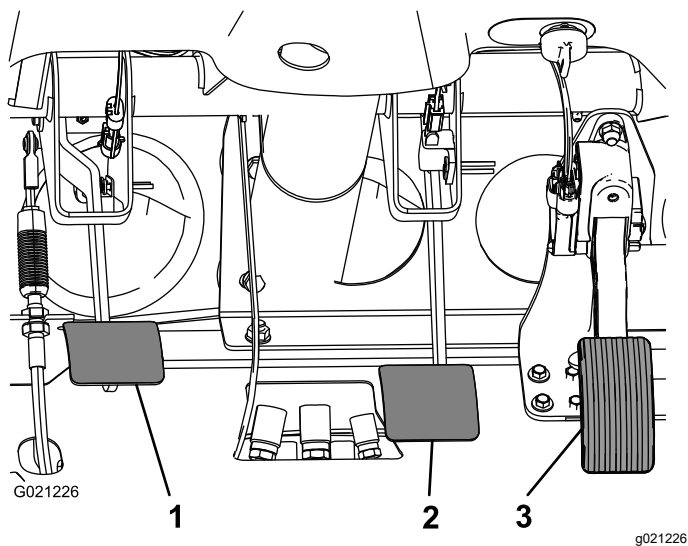

図 66
2. ブレーキペダル 図 66 を持ち上げてフレームに接触させる。
3. ヨークをマスターシリンダのシャフトに固定しているジャムナットをゆるめる 図 66。